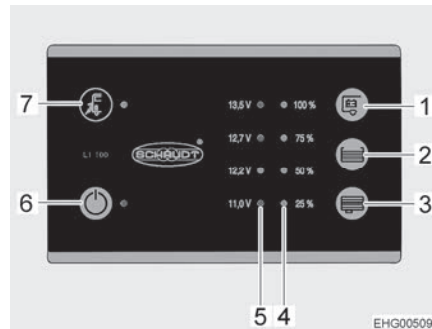

Bild 115 Panel (LT 100)
Die gelbe LED beim Symbol Netzanschluss "⚡" (Bild 115,7) leuchtet, wenn das Fahrzeug an eine externe Netzversorgung angeschlossen ist. Die LED leuchtet dann auch bei ausgeschaltetem Panel.
- ▷ Aus Sicherheitsgründen lässt sich der 12-V-Hauptschalter (Bild 115,6) nicht einschalten, solange der Fahrzeugmotor läuft. Somit kann das Panel während der Fahrt nicht bedient werden.
Der 12-V-Hauptschalter (Bild 115,6) schaltet das Panel und die 12-V-Versorgung des Wohnraums ein und aus.
- Schalter "⏻" (Bild 115,6) drücken: Die 12-V-Versorgung des Wohnraums ist eingeschaltet. Die LED leuchtet grün.
- Schalter "⏻" (Bild 115,6) erneut drücken: Die 12-V-Versorgung des Wohnraums ist ausgeschaltet. Die LED erlischt.
Die LED-Skala (Bild 115,5) zeigt die Batteriespannung der Wohnraumbatterie wie folgt an:
- Taste "⏻" (Bild 115,1) drücken: Die Batteriespannung der Wohnraumbatterie wird angezeigt.
Die LED-Skala (Bild 115,4) zeigt den Füllstand des Frischwassertanks oder des Abwassertanks an.
Taste "☰" (Bild 115,2) drücken: Der Füllstand des Frischwassertanks wird durch leuchtende LEDs angezeigt.
Taste "☷" (Bild 115,3) drücken: Der Füllstand des Abwassertanks wird durch leuchtende LEDs angezeigt.